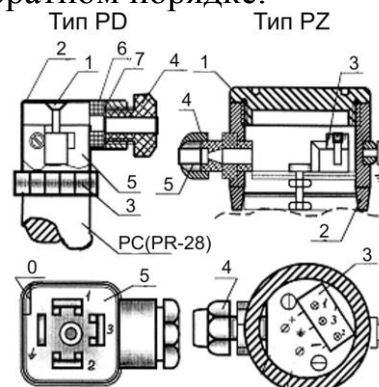

Рисунок 4 - Виды электрических присоединений PD, PZ
2.2.18 Для электрического присоединения с разъёмом типа PD (штепсельный разъём) (см. рисунок 4) необходимо:
2.2.20 Для электрического присоединения с разъёмом типа PZ (см. рисунок 4) необходимо: